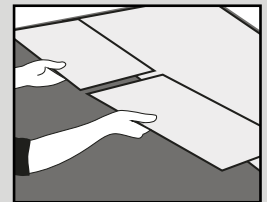
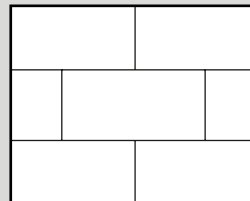
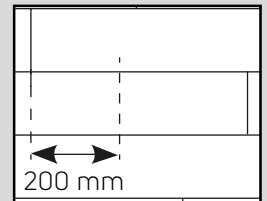

Fig. 4a
Fig. 5a
Fig. 5b
5. Posez la lame/dalle suivante en soulevant le bord de la lame précédente, en emboîtant la languette dans la rainure au niveau du joint final, puis faites glisser le bord long qui peut alors être mis en place en tapant doucement avec une chute de matériau ou une cale de frappe (Figures 4a, 4b & 4c). Il convient de poser les dalles et les lames en « décalé » pour faire en sorte que les quatre coins ne se touchent jamais (Figure 5a et Figure 5b).